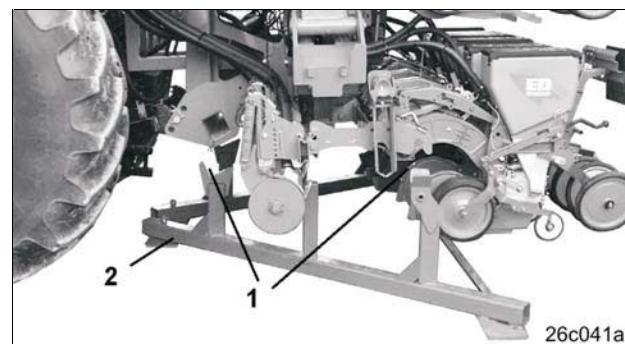

Рис. 60
**ED 902-K устанавливайте на хранение в сложенном состоянии только на специальную подставку (Рис. 60)! Без подставки ED 902-K разрешается устанавливать на хранение только в разложенном состоянии!**
Машина должна стать в предназначенные для этого захваты подставки (Рис. 60/2).